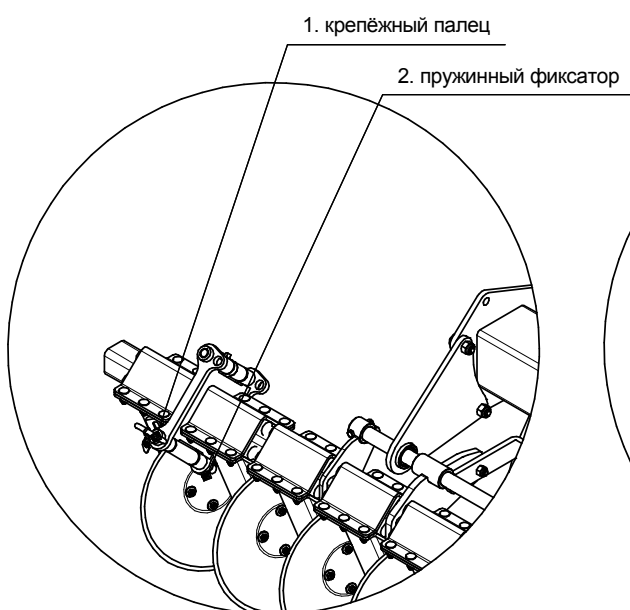
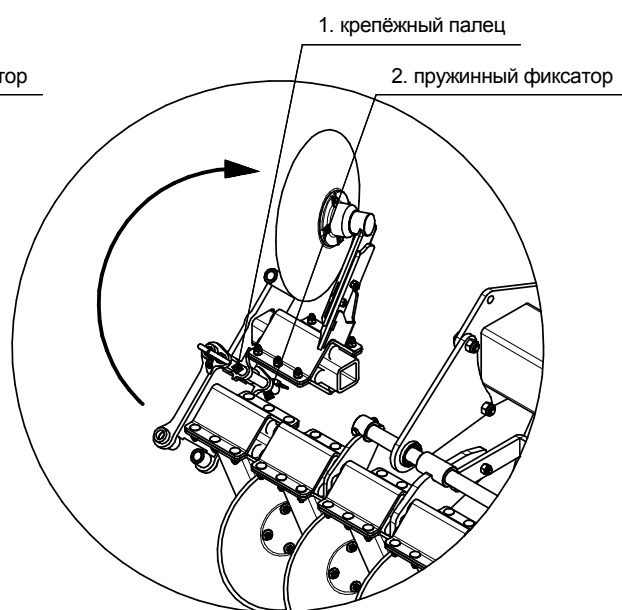

Рис.1.5-Рабочее положение крайних дисков дисковой почвообрабатывающей машины ДПМ-7500 "Универсал" / "Универсал Т"
Рис.1.4-Транспортное положение крайних дисков дисковой почвообрабатывающей машины ДПМ-7500 "Универсал" / "Универсал Т"
2. Переведите крайнии диски из рабочего положения (рис.1.5) в транспортное положение (рис.1.4)
- 2.1 Ослабьте пружинный фиксатор (рис.1.5 поз.2).
- 2.2 Вытащите крепёжный палец (рис.1.5 поз.1)
- 2.3 Откиньте крайний диск в указанном направлении (рис.1.4) и зафиксируйте пальцем (рис.1.4 поз.1)
- 2.4 Зафиксируйте палец пружинным фиксатором (рис.1.4 поз.2)